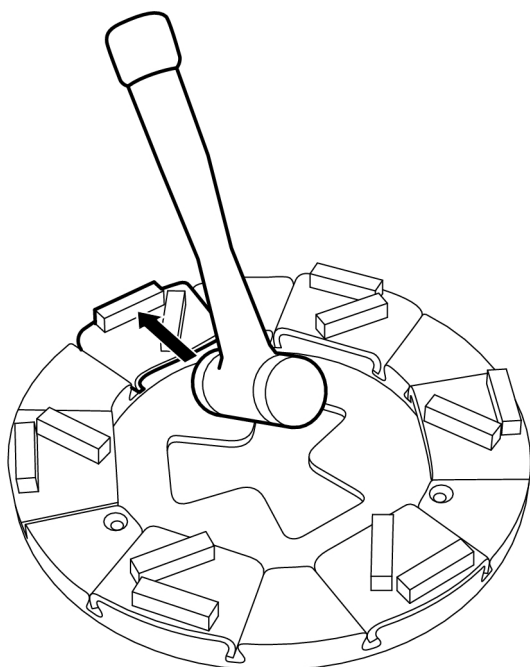

Рисунок 4-4. Снятие головок
2. Зафиксируйте шлифовальную головку в держателе несколькими легкими ударами резинового молотка, см. Рисунок 4-4, стр. 18.
3. Зафиксируйте шлифовальную головку в держателе несколькими легкими ударами резинового молотка, см. Рисунок 4-4, стр. 18.